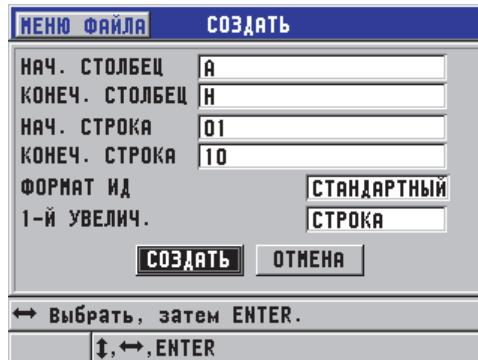

Рис. 6-24 Конфигурация диапазона ИД для 2-Д сетки
3. На второй странице диалогового окна **СОЗДАТЬ** (см. Рис. 6-24 на стр. 118):